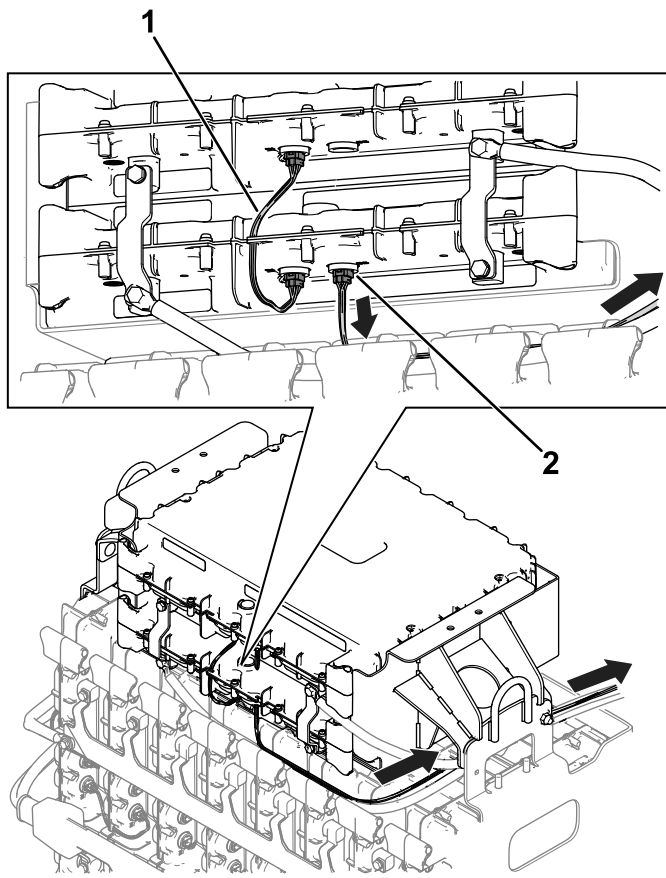

Figura 7
1. Collegate il cablaggio preassemblato alle batterie, come illustrato nella Figura 7.
2. Instradate il connettore rimanente del cablaggio preassemblato dell'interfaccia dati (45½") in direzione della base posteriore delle batterie (Figura 7).